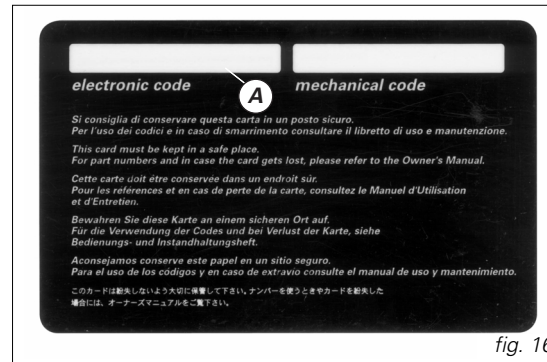

fig. 16
A) (fig. 16) el código electrónico, que debe utilizarse en caso de bloqueo del motor con consiguiente ausencia del encendido después del **key-on**.